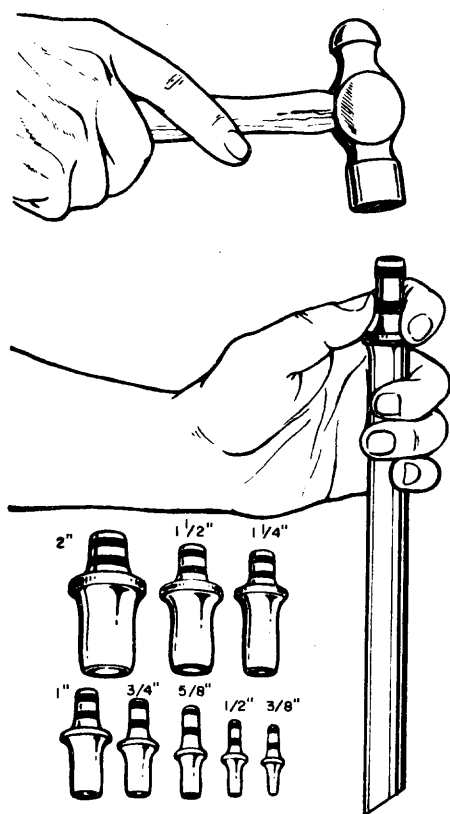

Fig. 1
*EXPANDIDORES TIPO MARTILLO (fig. 1)*